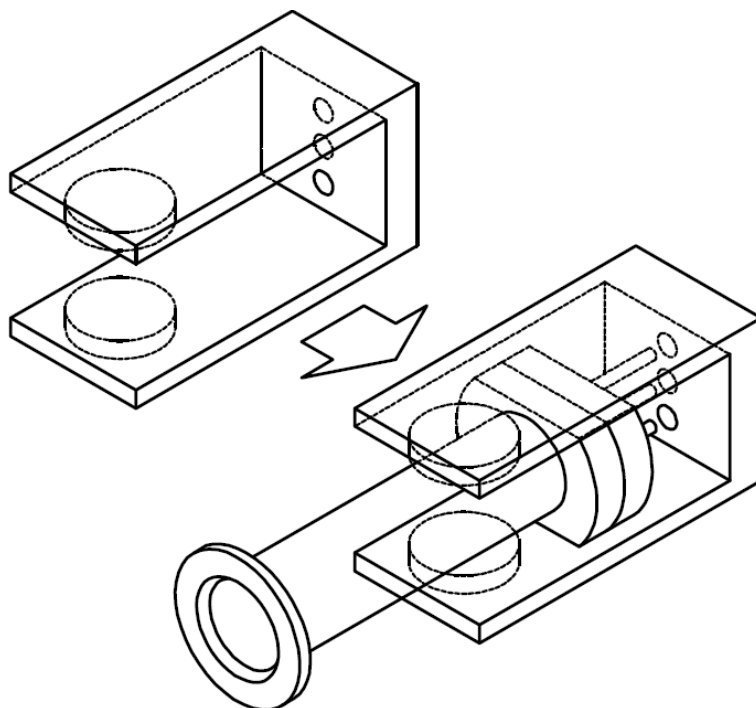

図 7 ヨーク取付 1 (図は NW25 の場合)
- (1) ヨークの側面パネルをはずし、ピンを曲げたり磁石にフランジがぶつからないように注意し、「図 7 ヨーク取付 1 (図は NW25 の場合)」の手順で取り付けてください。